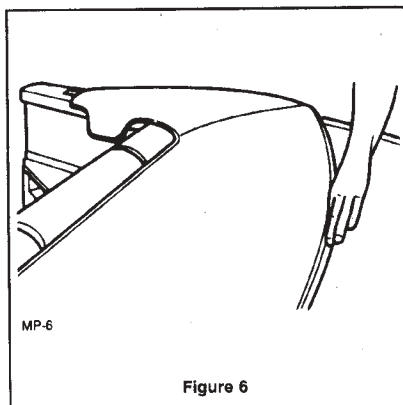

Figure 6
9. Accrochez les clips de maintien par-dessus la moulure arrière (Figure 6). Installez un côté du couvercle à la fois.